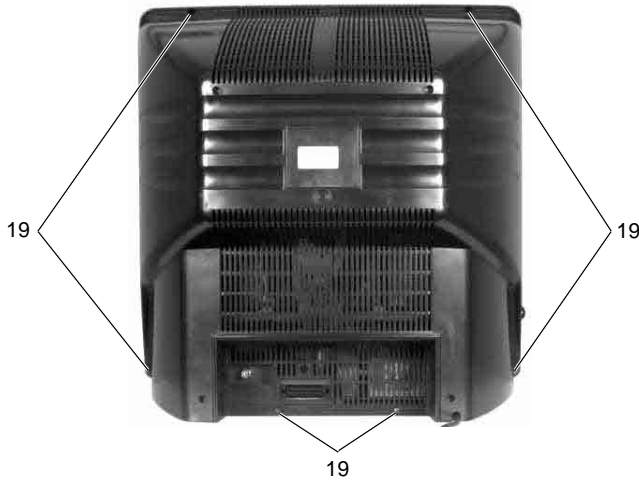

Fig. 1
- Dévisser les 6 vis (Pos. 19) et retirer le dos de l'appareil (Fig. 1).
- Undo 6 screws (Pos. 19) and remove the rear side of the cabinet (Fig. 1).